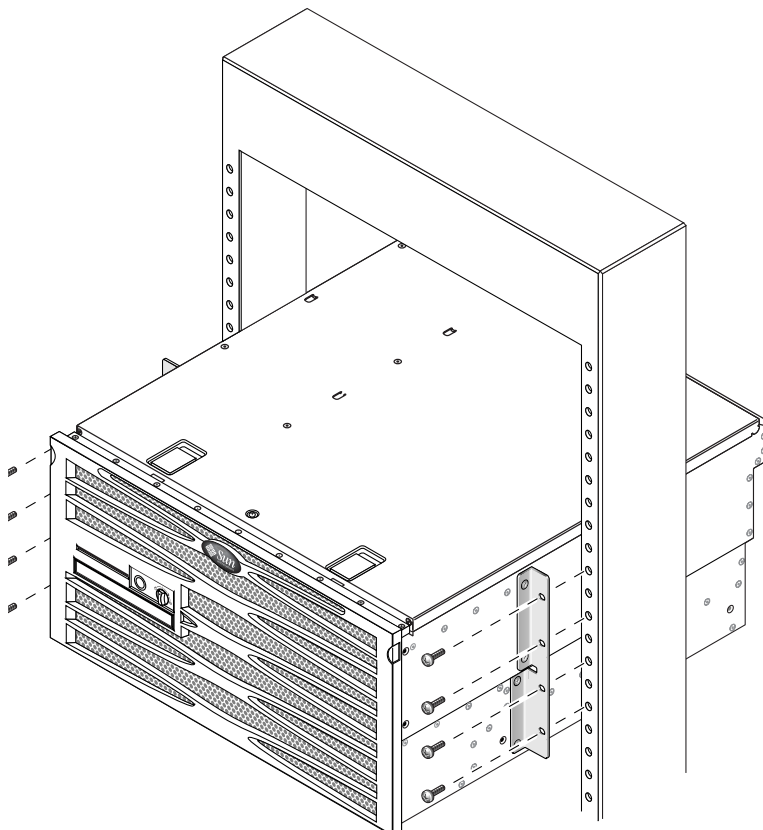

BILD 3-28 Installera och skruva fast servern i 2-bensracket
4. Använd fyra skruvar för varje skena och skruva fast serverns framsida i racket (BILD 3-28).